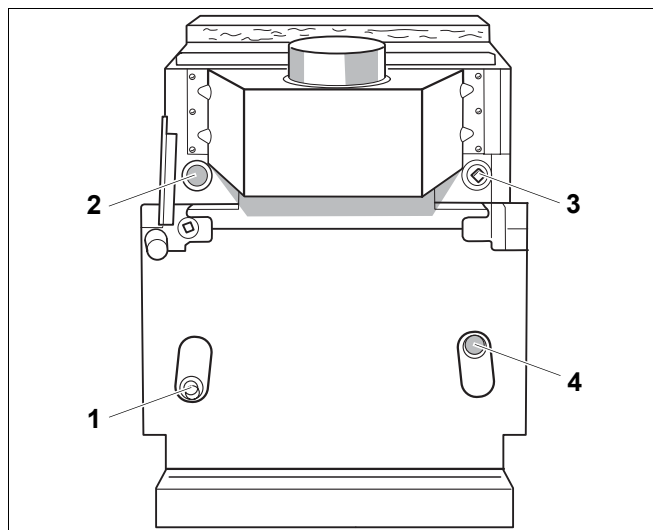

Рис. 10 Подключение водяного контура
- Подключите приборы безопасности на подающей предохранительной линии вне области прерывателя тяги, см. рис. 10 на стр. 21.